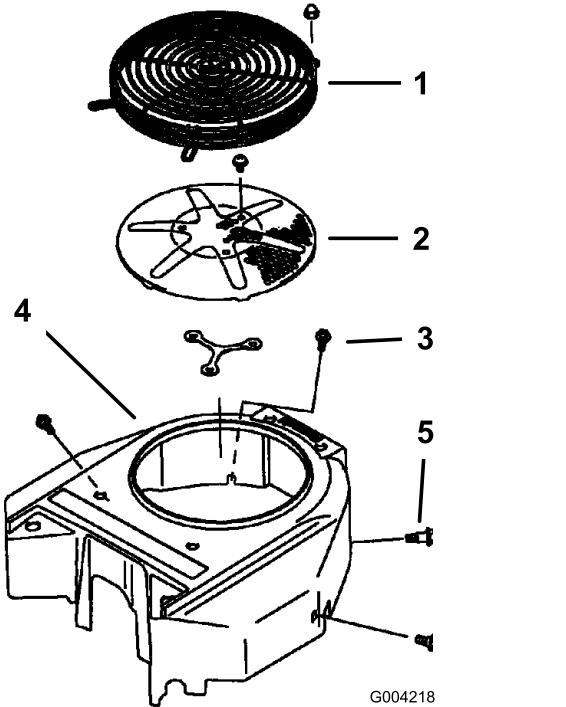

Bild 87
3. Nehmen Sie das Ansauggitter, den Rücklaufstarter und das Lüftergehäuse ab (Bild 87).
5. Montieren Sie das Luftansauggitter, den Rücklaufstarter und das Lüftergehäuse (Bild 87).